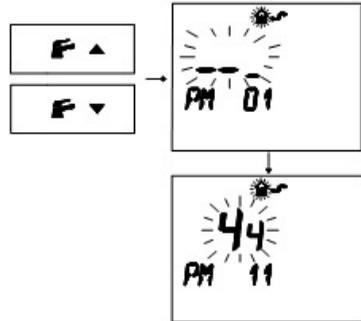

Figura 5.47
- Pulse los botones **F**▲ o **F**▼ para visualizar la programación "PM11" de la postcirculación de la bomba (Figura 5.47).